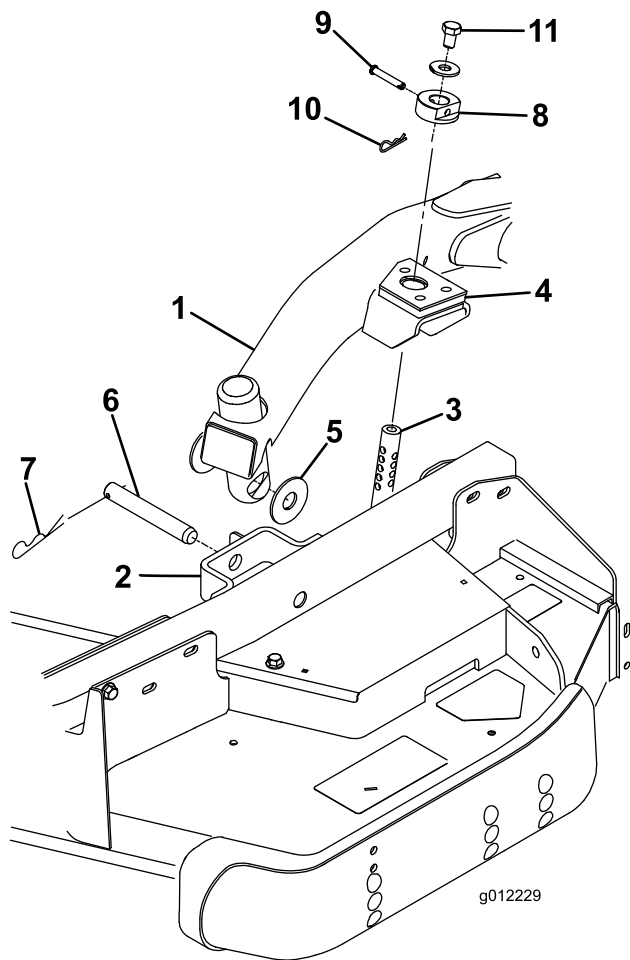

図 3
2. 昇降レバーをフロート位置とする。昇降アームを押し下げて、昇降アームについている穴とキャスト・アーム・ブラケットについている穴を整列させ、昇降アームのパッドに刈高ロッドを挿入できるようにする（図 3）
3. スラスト・ワッシャ 2 枚、クレビス・ピン、ヘアピン・コッターを使って、昇降アームをキャスト・アームに固定する。スラスト・ワッシャは昇降アームとキャスト・アーム・ブラケットの間に入れる（図 3）コッター・ピンを、キャスト・アーム・タブのスロットに差し込んで固定する。
7. 刈高ロッドに刈高カラーを取り付け、クレビス・ピンとヘアピン・コッターで固定する（図 3）クレビス・ピンの頭をデッキの前に向けておく。
8. 各刈高ロッドの上部に 1/2 x 3/4” ボルトとワッシャを取り付ける（図 3）。